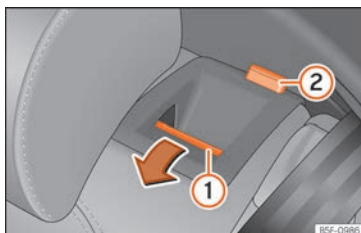

Fig.119 Banquette arrière : rabattre le dossier.
- Appuyez sur la touche de déverrouillage »» fig. 119 ① vers l'avant en rabaisant simultanément le dossier. Le dossier arrière est débloqué quand le repère rouge est visible sur la touche ②.
Le dossier arrière est débloqué quand le repère rouge est visible sur la touche » fig. 119 ②.